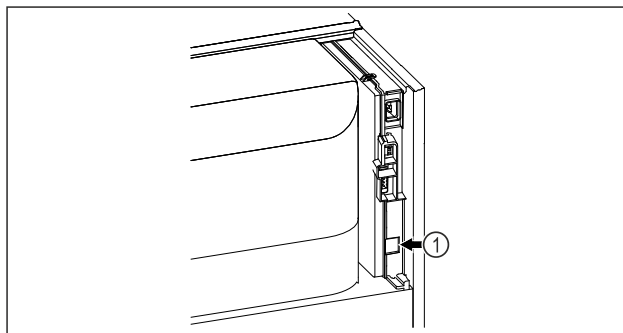

Fig. 92
- Se utiliza SmartModule Fig. 92 (1).